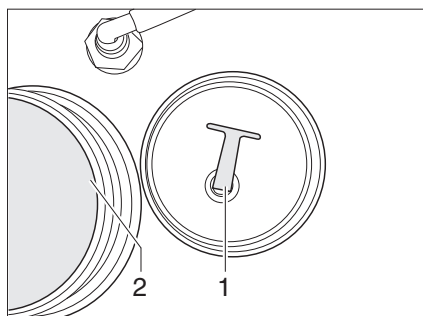

Fig. 146 Réservoir d'eau
- Dévisser le couvercle de fermeture (Fig. 146,2) du réservoir d'eau.
- Retirer le bouchon de fermeture (Fig. 146,1) de l'ouverture de vidange. L'eau s'écoule.